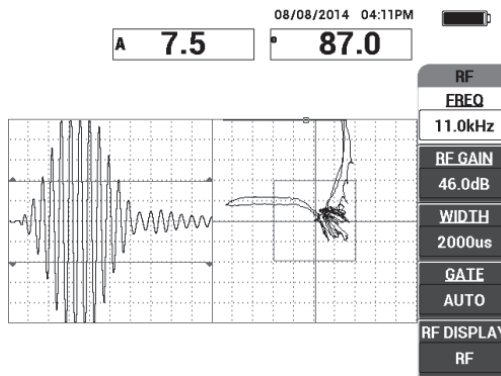

Figura 6-4 Rilevamento dei punti con perdita di adesione situati sui due lati del campione
4. Scansionare i punti con perdita di adesione situati sui due lati del campione, ed in seguito, mentre si continua a spostare la sonda al di sopra dei punti con perdita di adesione, assicurarsi che i difetti siano rilevati (vedere Figura 6-4 a pagina 139).